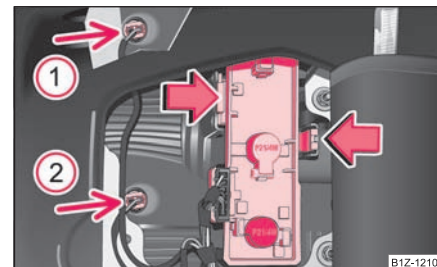

Fig. 253 Desmontaje del soporte de lámpara
- Presione las pestañas de enclavamiento en el sentido de la flecha y saque el soporte de lámpara ⇒ fig. 253.
- Saque la bombilla defectuosa (flecha ① ó ② ⇒ página 275, fig. 253) de la carcasa y cámbiela por una nueva.